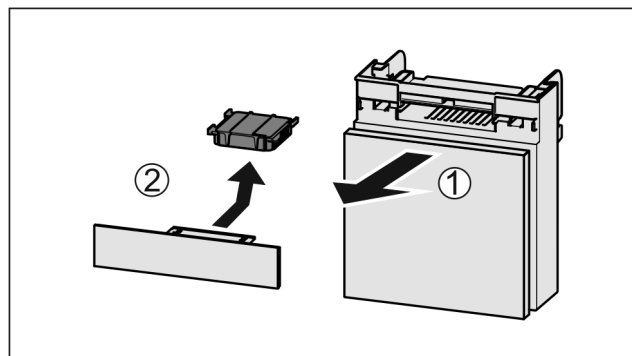

Fig. 67
- Zásuvku vytáhněte dopředu Fig. 67 (1).
- Filtr s aktivním uhlím vyjměte Fig. 67 (2).